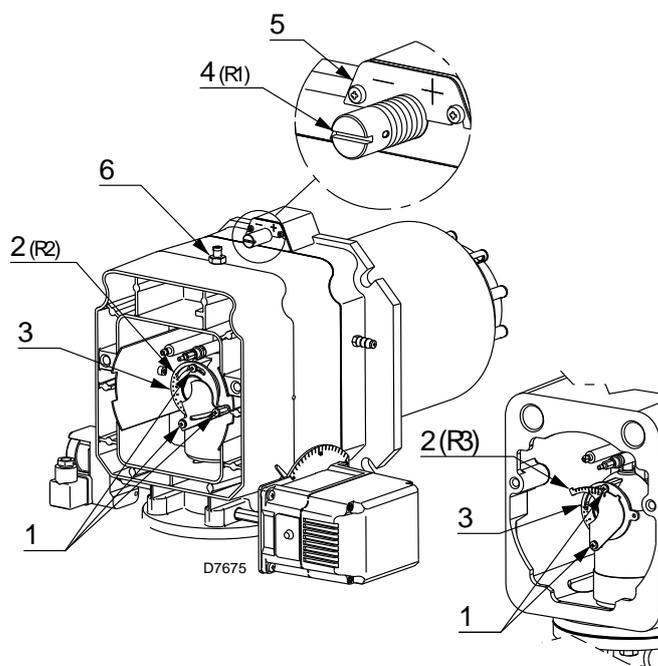

Abb. 20
- Drehen Sie die Schraube 4)(Abb. 20) bis die gefundene Kerbe mit der Vorderseite 5) des Flansches übereinstimmt.
- Lockern Sie die 3 Schrauben 1)(Abb. 20) und drehen Sie die Nutmutter 2) bis die gefundene Kerbe mit dem Index 3) übereinstimmt.